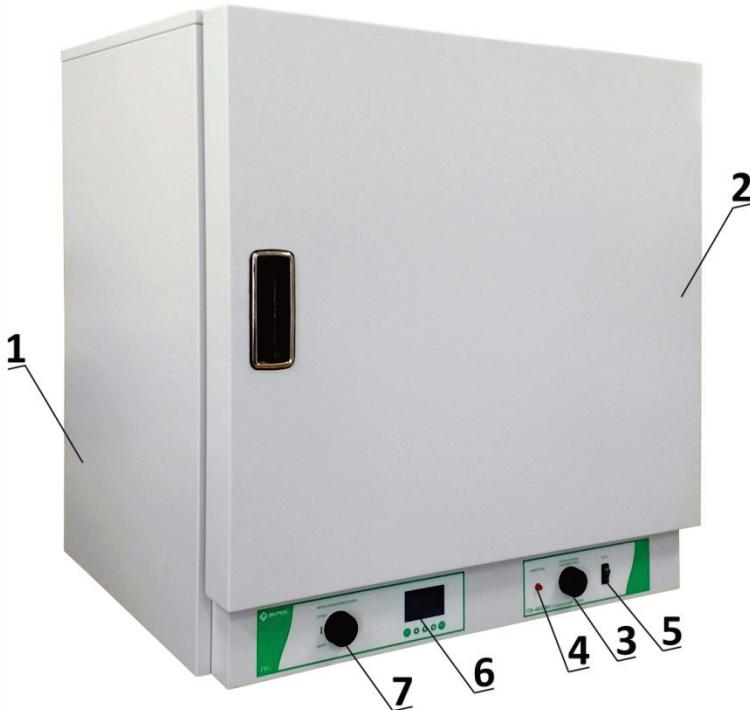

Рисунок 1
- 5.1. Шкаф (Рисунок 1) состоит из: